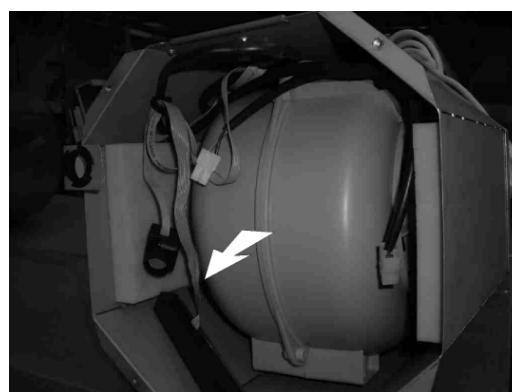

Fig. 13
10. Staccare le connessioni (Fig. 13) ed estrarre il blocco motore.